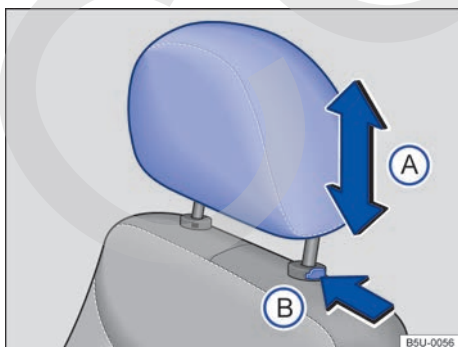

Fig. 40 Ajustar el apoyacabezas delantero.
- Empujar el apoyacabezas hacia arriba o hacia abajo en el sentido de la flecha ⇒ fig. 40 (A) ⇒ ▲.